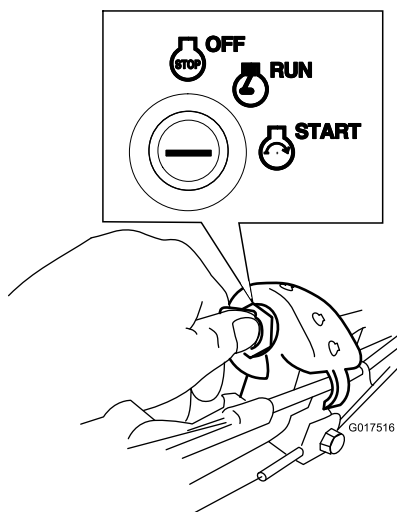

Figura 17
- **Llave de contacto:** Gire la llave de contacto a la posición de Arranque y manténgala en esa posición (Figura 17); cuando el motor arranque, suelte la llave.
1. Gire la llave de contacto a la posición de Marcha (Figura 17).